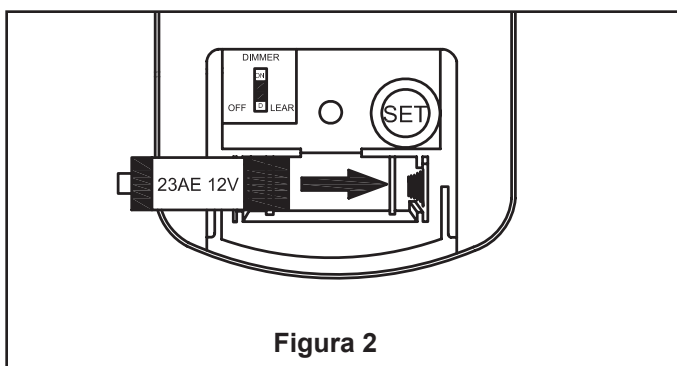

Figura 2
- ☐ 2. Extraiga uno de los tres tornillos del soporte ubicado en la parte inferior de la unidad del motor. Afloje levemente los otros dos tornillos. Instale la unidad de carcasa del Interruptor en el soporte utilizando las dos ranuras principales de la placa de conexión. Vuelva a colocar el tercer tornillo y asegure los tres tornillos. (Figura 2)
2. Para que el ventilador esté operativo, instale la batería de 12 voltios (se incluye en el paquete del control remoto) en el control remoto. (Figura 2)